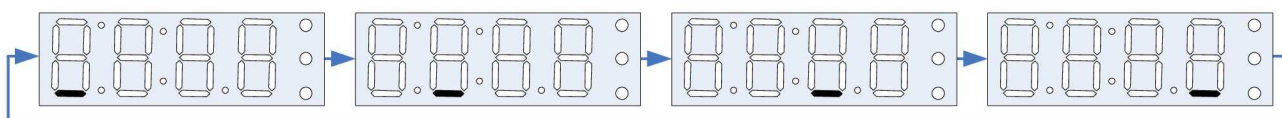

Рис. 15
2.3.9 В режиме «Ожидания СОД» нижние сегменты всех разрядов индикатора поочередно периодически засвечиваются, как показано на Рис. 15.